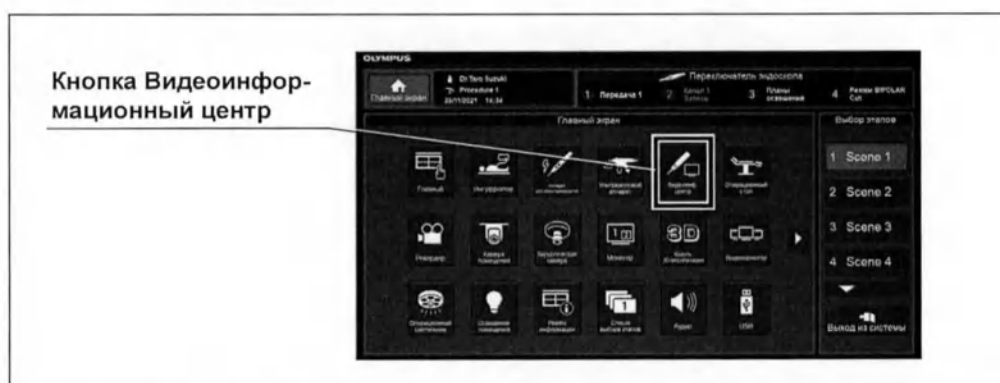

Рисунок 4.2
- 2 В окне Главный экран на дисплее нажмите на кнопку Видеоинформационный центр (см. рис. 4.2). Убедитесь, что отображается окно Видеоинформационный центр. Для настройки «Лампа» задайте значение «ВКЛ.» или «ВЫКЛ.», и убедитесь, что эти настройки применены к Видеоинформационному центру.